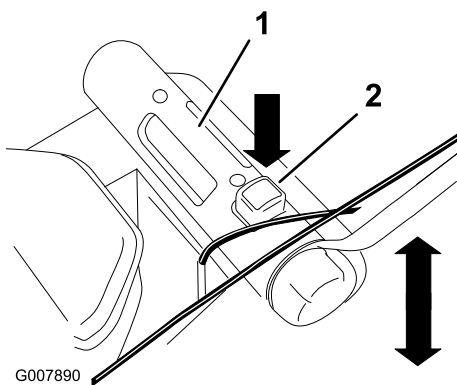

Figura 16
2. Apriete el botón de ajuste de la altura de corte y sujete la barra de ajuste de la altura de corte para desplazar la altura de corte hacia arriba o hacia abajo (Figura 16).